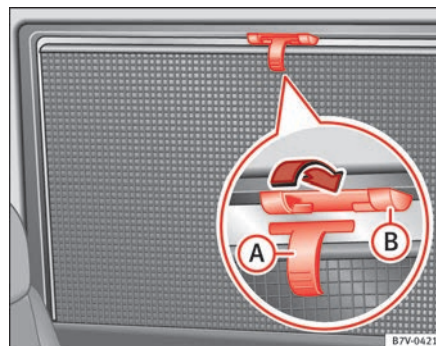

Fig. 65 Na janela traseira direita: cortina.
- Puxe a cortina pela pega saliente ⇒ Fig. 65 ① completamente para cima.
- Engate a vareta de sustentação por ambas as argolas nos alojamentos previstos ②. Verifique que a cortina corrida esta engatada de forma segura nos alojamentos previstos ③.
- Para recolher a cortina, desengate em cima e baixe-a manualmente ⇒ ④.